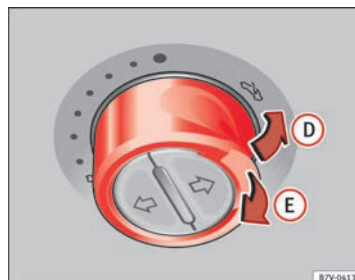

Fig. 59 Nel rivestimento interno del tetto: premere l'interruttore e tirarlo per alzare e chiudere il tettuccio.
⇒ fig. 59
- *Tettuccio panoramico scorrevole*: Per i 5 secondi successivi all'attivazione del limitatore di forza mantenere tirato indietro il comando ⇒ **fig. 59** (freccia) fino a che il tettuccio panoramico scorrevole è completamente chiuso.